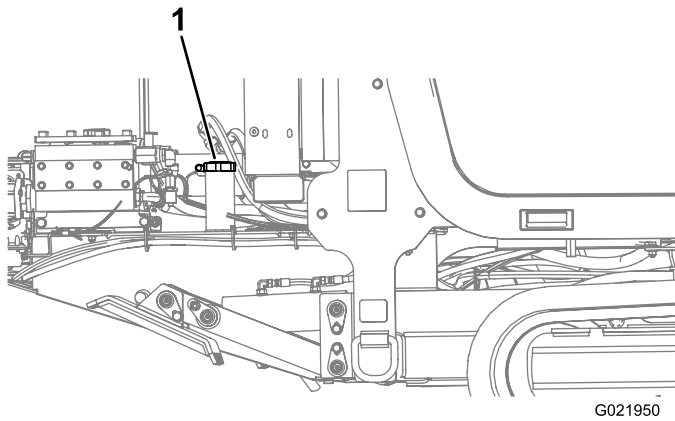

Bild 34
4. Nehmen Sie den Tankdeckel vom Kraftstofftank ab (Bild 34).